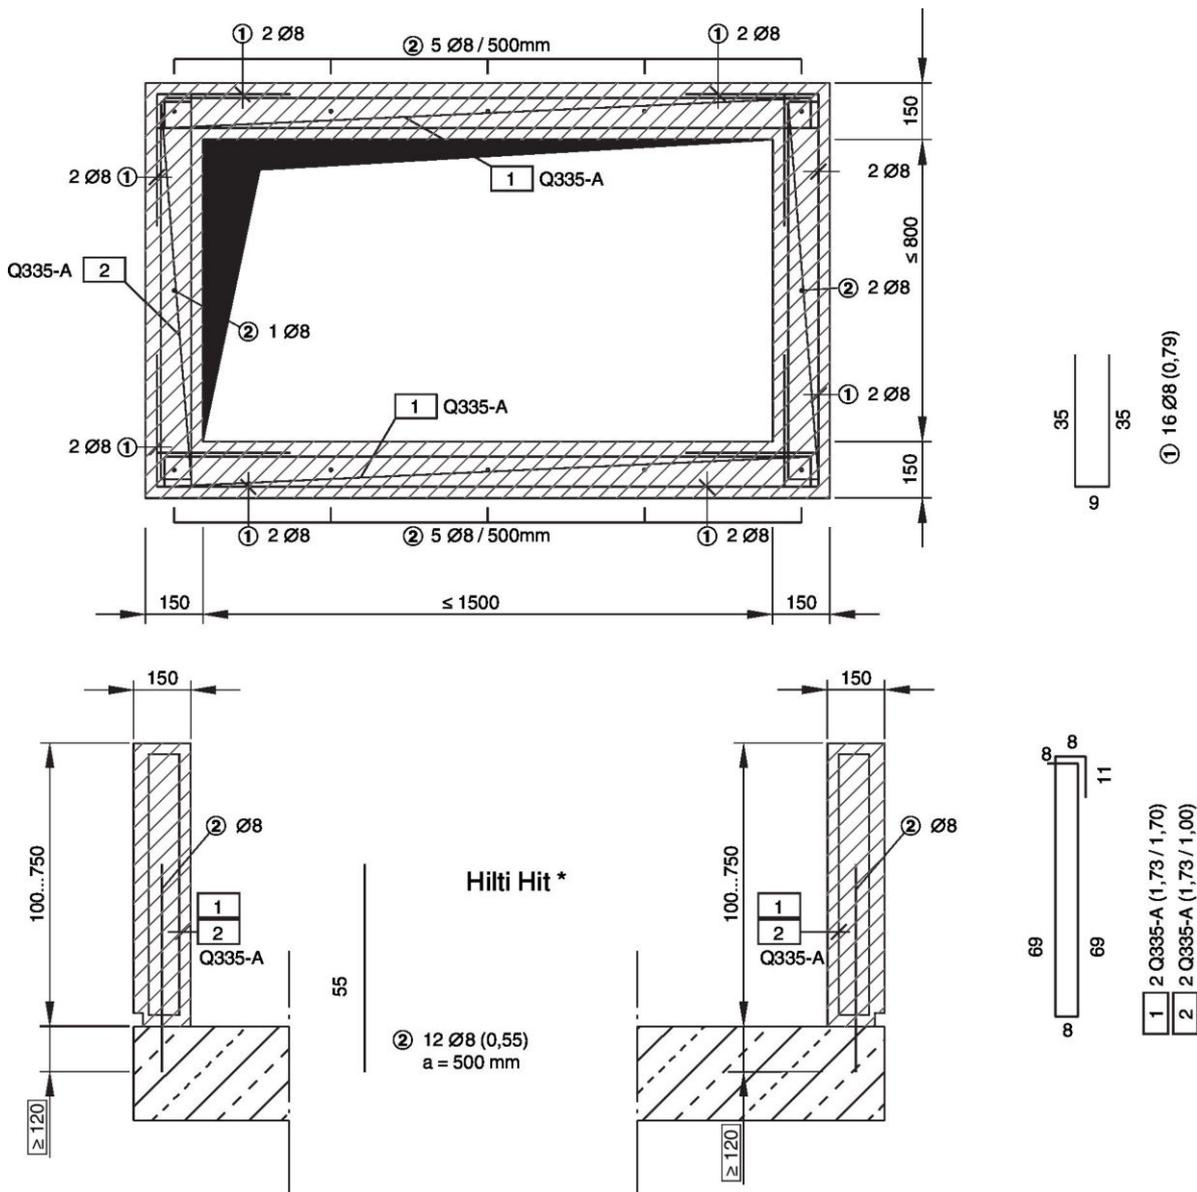

Abb. 42: Bewehrungsplan Betonsockel, Höhe 100 - 750 mm
2. ▶ Betonsockel entsprechend Bewehrungsplan, siehe Abb. 42 (oder gleichwertig, z.B. mit Baustahlmatten), herstellen.